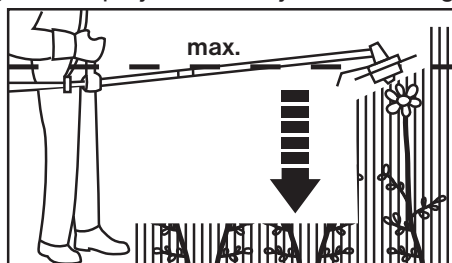

Fig. 21
- > L'accessoire de coupe ne doit jamais se trouver plus haut que votre hanche (Fig. 21). Travaillez avec précaution. Plus l'accessoire de coupe est haut et plus le risque est grand de projeter des objets ou des rognures.